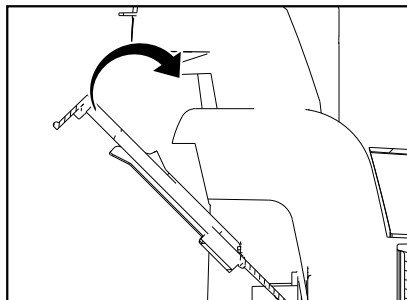

Fig. 4
- Presione la parte superior del collarín de la bolsa hacia arriba hasta que el soporte de la bolsa encaje en su lugar en la aspiradora (Fig. 4).